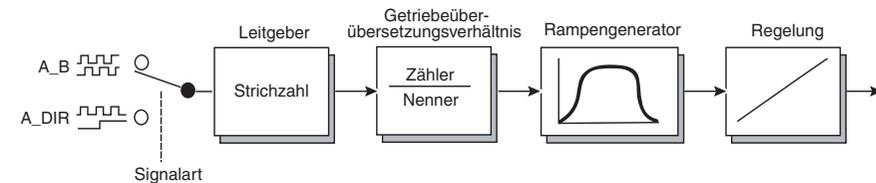

Bild 6.24 Struktur der Sollwertaufbereitung bei Leitgeber als Drehzahl-Sollwertquelle
gewünschten Steuerort (z. B. Klemme oder Feldbus) entspricht. Anschließend wählen sie in der Funktionsmaske „Sollwert/Rampen - Weitere Einstellungen“ statt der vorgegebenen Sollwertquelle die Einstellung „RDIG (4)“ aus. Das Bild 6.24 zeigt dann die Struktur der gewählten Sollwertaufbereitung